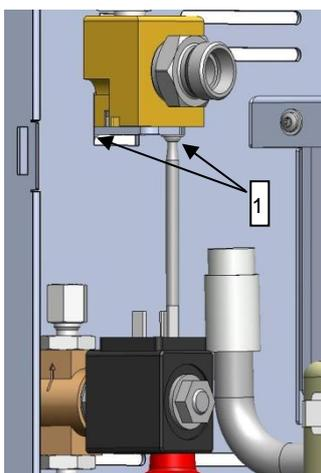

Fig. 1: Desserrer les vis Torx
- Desserrer les vis Torx (1) de la plaque de montage pour transducteur acoustique (→ Fig. 1).